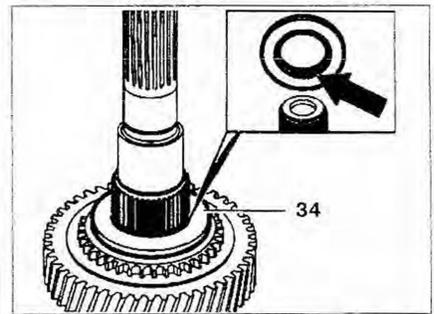
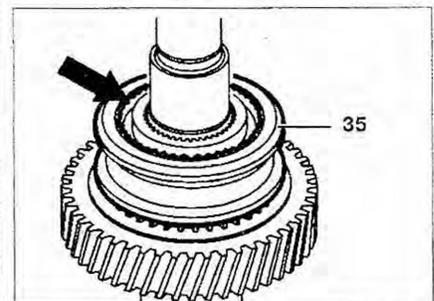

Рис. 4.46. Упорная прокладка 34 при сборке закругленной поверхностью должна быть направлена вниз (стрелка).
Рис. 4.47. Защитная часть (стрелка) муфты 35 синхронизатора должна быть направлена вверх.
26. Сборка проводится в порядке, обратном снятию. Упорная прокладка 34 при сборке закругленной поверхностью должна быть направлена вниз (стрелка) (рис. 4.46). Защитная часть (стрелка) муфты 35 синхронизатора должна быть направлена вверх (рис. 4.47).